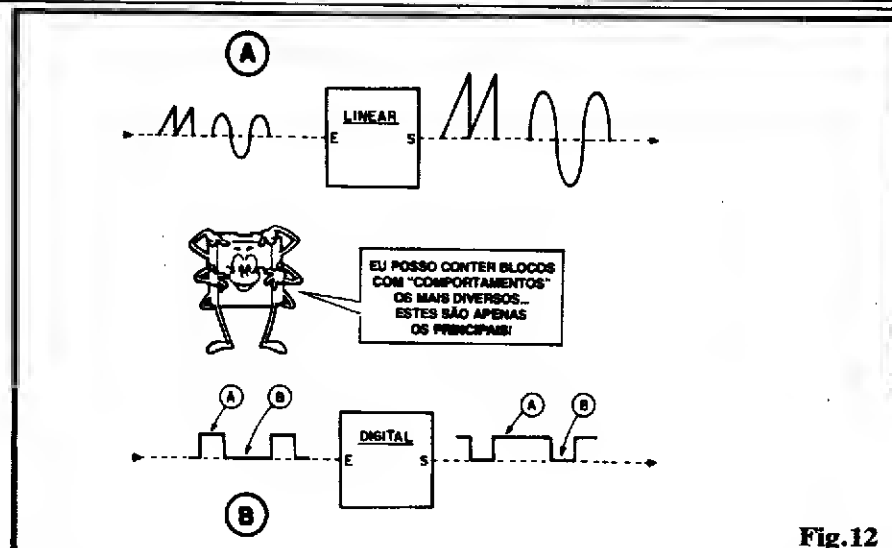

Fig. 12
- **FIG. 12-A - OS LINEARES** - Num bloco circuitual integrado, da "raça linear", todas as "formas de onda" manipuladas, todos os níveis de Tensão/Corrente, apresentam proporcionalidade e importância, ainda que - às vezes - momentânea... Um Integrado LINEAR - por exemplo - em função puramente amplificadora (embora sob aspecto amplo, a "linearidade" não se restrinja a tal função...) pode reconhecer níveis quaisquer de Tensão e/ou Corrente, "traduzindo" em seu(s) pino(s) de Saída, também manifestações proporcionais, em diversos níveis de Tensão/Corrente... O(s) pino(s) de controle, em qualquer circunstância, costumam também "reconhecer" transições e valores momentâneos dessas grandezas elétricas, "levando em consideração" tais fatores na determinação do funcionamento de todo o bloco circuitual integrado. Num exemplo, um Integrado LINEAR, com função **amplificadora inversora**, sob ganho 100, se for excitado (no conveniente pino/entrada) por um sinal de "-0,02V", deve mostrar, na sua saída/pino final, um sinal de "+2V", ou seja: 100 vezes os "-0,02V" (devido ao ganho 100) e com a polaridade "trocada" (devido à função inversora...). Outro exemplo: um Integrado com função de **conversor Tensão/Frequência**, com razão de 1 KHz/mV, se for excitado no devido pino por uma Tensão de 5mV, emitirá um sinal (no seu pino de saída) de 5 KHz... Já exci-
- **FIG. 12-B - OS DIGITAIS** - A "raça" dos DIGITAIS é, atualmente, imensa na sua quantidade e diversidade de representantes, porém a sua principal e básica característica é o "reconhecimento" e a "manifestação" apenas na base do TUDO ou NADA... Enfim: um bloco circuitual integrado DIGITAL apenas "aceita" ou reconhece níveis de Tensão extremos, "de pico", bem definidos, como os indicados pelas setinhas "A" e "B" no diagrama... Ele, portanto,